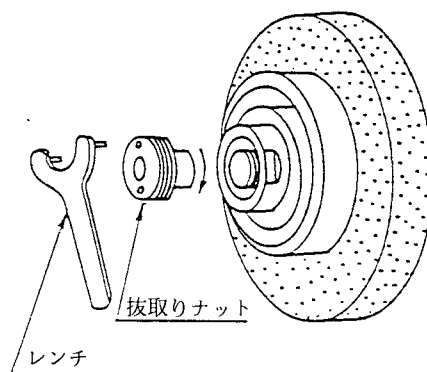

図1-18
- ① 締付けナットにレンチをはめ、時計方向に木ハンマーで軽く叩いてナットをゆるめて外す。
- ② 抜きナットを砥石フランジのねじにはめ、時計方向回りに砥石軸の先端部に当るまでねじ込む。
- ③ レンチを抜きナットにはめ、木ハンマーで軽く叩いて、砥石フランジを砥石軸から外す。(図1-18)